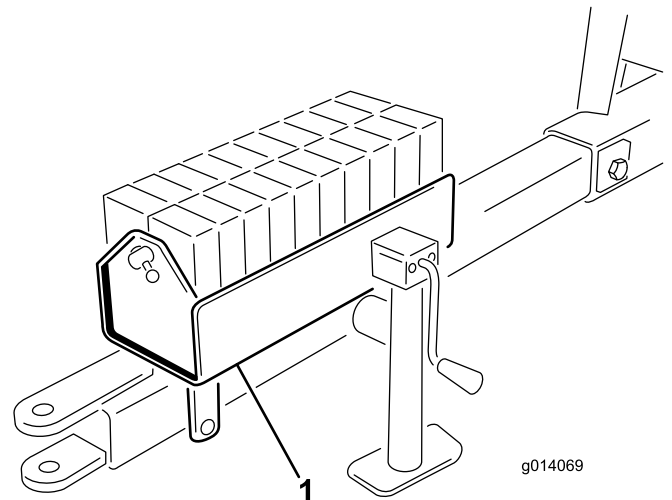

Figura 6
4. Monte a caixa de peso no engate com parafusos (2) de 1/2 x 5-1/2 pol. e porcas de bloqueio e aperte.
5. Encha a caixa de pesos com os pesos e instale a barra de segurança e pino de segurança (Figura 6).